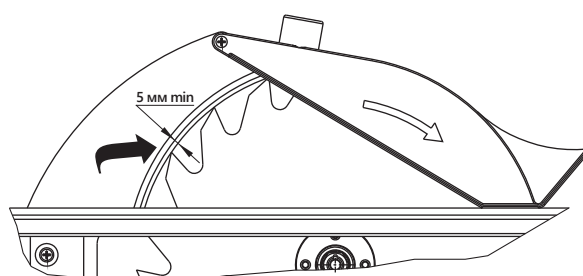

Рисунок 6. Радиальное расстояние
- установить и отрегулировать расклинивающий нож 6. Расклинивающий нож 6 необходимо расположить симметрично по центру в плоскости пильного диска 4, обеспечивая радиальное расстояние между расклинивающим ножом и венцом пильного диска не более 5 мм (рис. 6). Это достигается перемещением регулировочных гаек 9 и расклинивающего ножа 6 по резьбовым стержням 8. После установки надежно закрепите расклинивающий нож 6 на стержнях гайками 5;